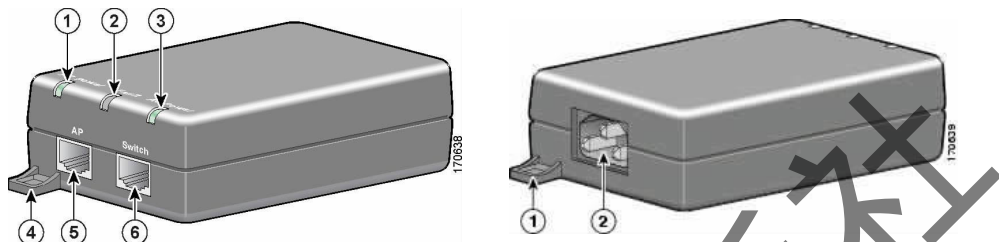

图 3-35 中跨式 PSE (左是前视图; 右是后视图)
(2) 中跨式 PSE。
在现有网络中的以太网交换机不支持 PoE, 而终端设备又需要 PoE 时, 可以使用中跨式 PSE 供电。图 3-35 显示了一款中跨式 PSE, 也称电源输入器。它有两个 RJ-45 接口, 一个是数据输入接口, 使用双绞线电缆连接至不具有 PoE 功能的网络交换设备 (如非 PoE 交换机); 另一个是数据和电源共用输出口, 用双绞线电缆连接至用电设备 (PD)。中跨式 PSE 采用模式 B 供电。